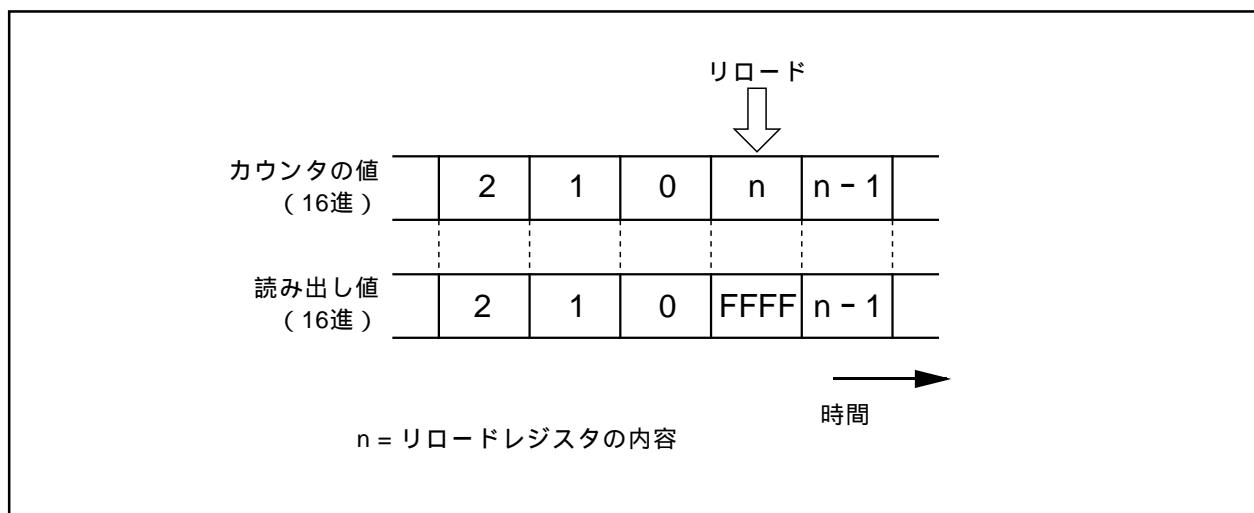

図2.2.28. タイマAiレジスタの読み出し
(2) カウント中のカウンタの値は、タイマAiレジスタを読み出すことによって任意のタイミングで読み出すことができます。ただし、図2.2.28に示すリロードタイミングで読み出した場合、 $FFFF_{16}$ が読み出されます。カウント停止中にタイマAiレジスタに値を設定した後、カウンタがカウントを開始するまでの期間に読み出しを行った場合、設定値が読み出されます。